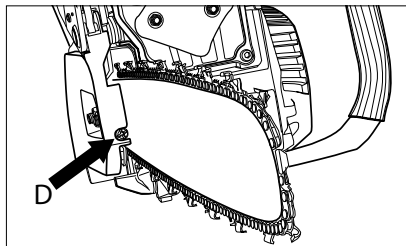

Рис. 11
1. Ослабьте гайки крепления шины (защитной крышки вместе со щитком тормоза), поверните регулировочный винт (D) по часовой стрелке, чтобы натянуть цепь. Чтобы уменьшить натяжение цепи,
поверните регулировочный винт (D) против часовой стрелки. Убедитесь в том, что цепь расположена по всей периферии шины (рис. 11).